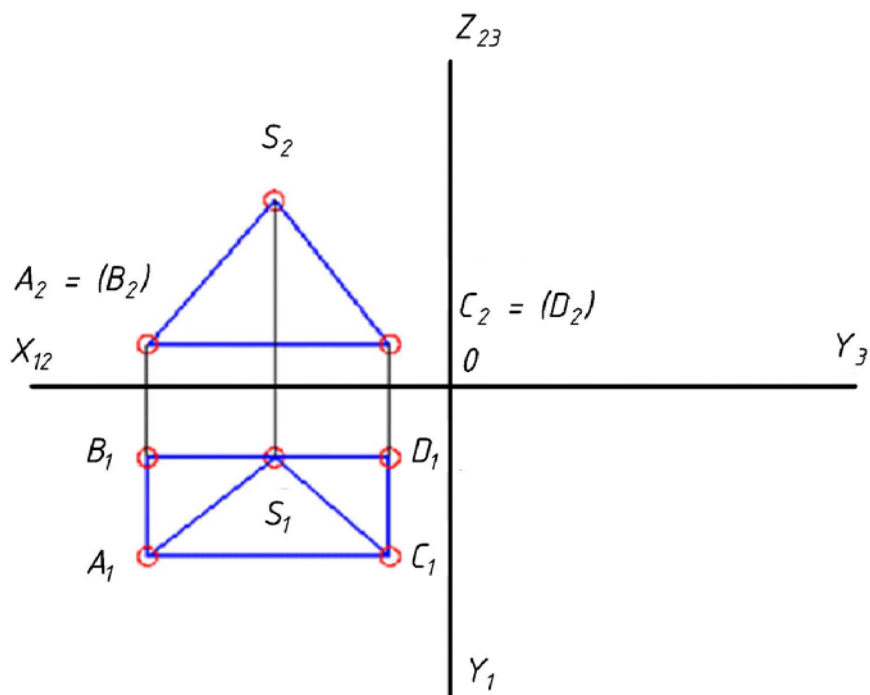

Рисунок 3 – Крок 3 виконання РГР № 1
3. Позначити літерами вершини багатогранника (рис. 3).